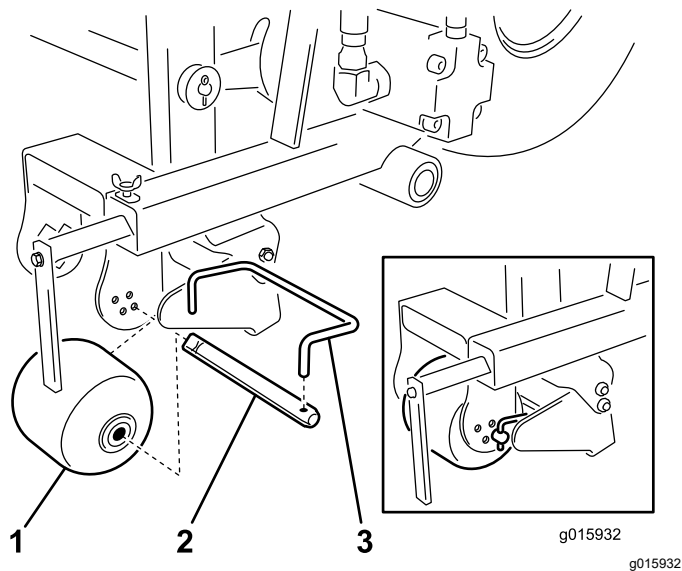

Figura 13
3. Retire el rascador del eje del rodillo (Figura 13).
4. Retire el rascador del eje del rodillo (Figura 13).